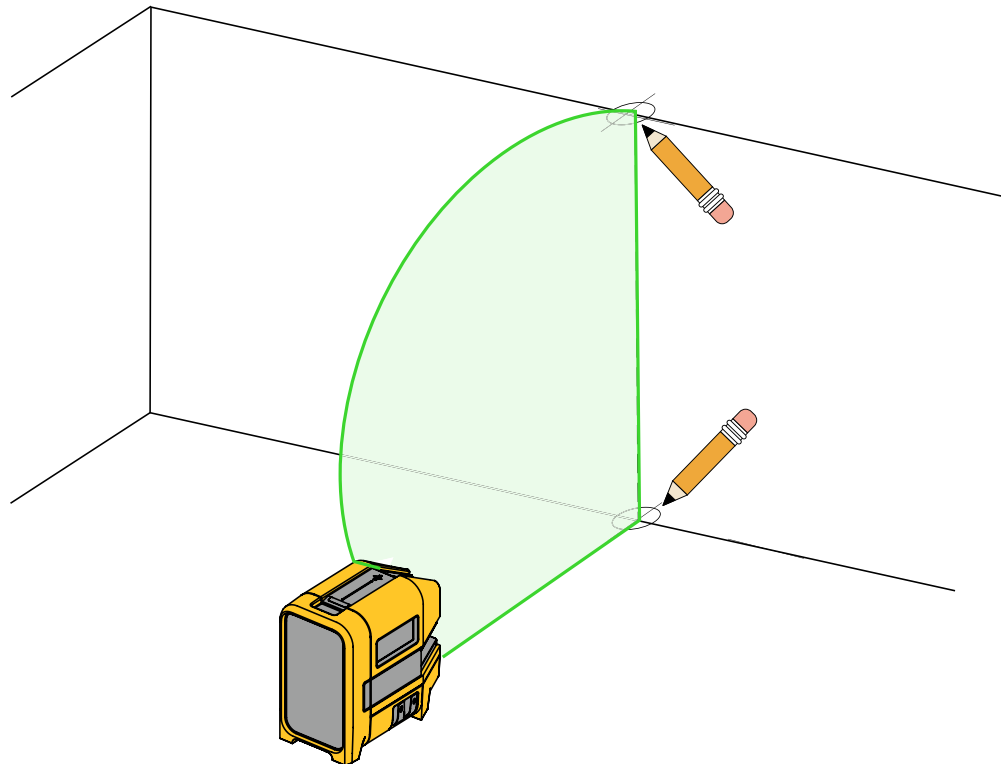

Figura 3. Novo alinhamento vertical
2. Liga o laser na vertical e aponta o laser para a área-alvo. Veja a Figura 3.